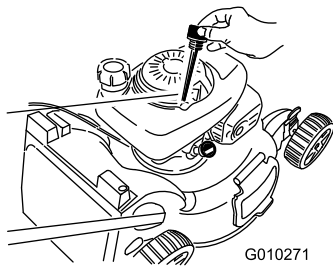

Figura 37
- Rimuovete l'asta di livello dal tubo di riempimento dell'olio (Figura 37).